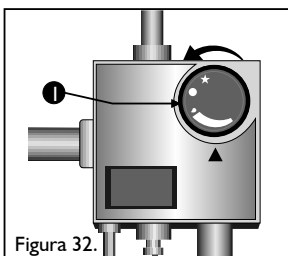

Figura 32
- Una vez el piloto se mantenga encendido, gire la perilla a la posición de temperatura deseada, teniendo en cuenta que al aumentar el tamaño del indicativo aumenta la temperatura. (Ver figura 32).